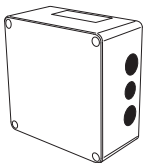

図4
- ・箱型タイプの制御ボックス(操作方法はスイッチやリモコンが可能です) →図4